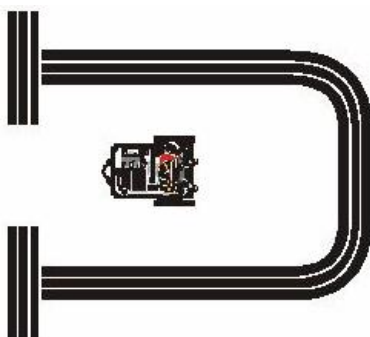

图 6.13 低区域测试顶视图
- 如图 6.13 所示，把机器人放在白色招贴板上；验证你的区域读数是否表示被探测的物体在很近的区域，两个传感器给你的读数都是 1 或 0。